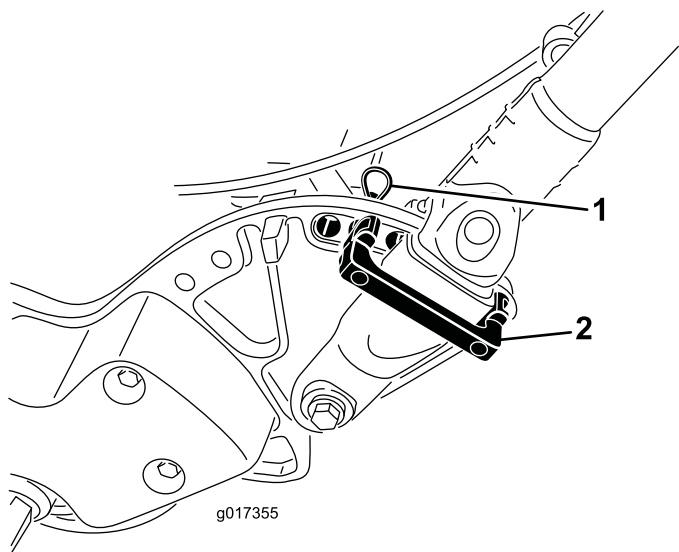

Figure 11
1. Soutenez le guidon et retirez les serre-câbles qui attachent les manchons de serrage du guidon aux plaques latérales (Figure 11).
2. Faites pivoter le guidon à la position d'utilisation voulue, placez une retenue sur le manchon de serrage du guidon et dans les trous correspondants de la plaque latérale (Figure 11).
3. Fixez la retenue avec une goupille fendue (Figure 11).